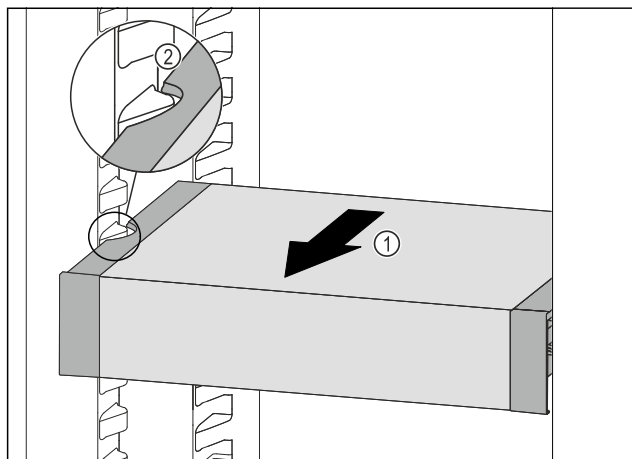

Fig. 108
- ▶ Trageți în față VarioSafe Fig. 108 (1), până când degajările laterale ale VarioSafe se află la înălțimea nervurii recipientului din frigider. Fig. 108 (2)